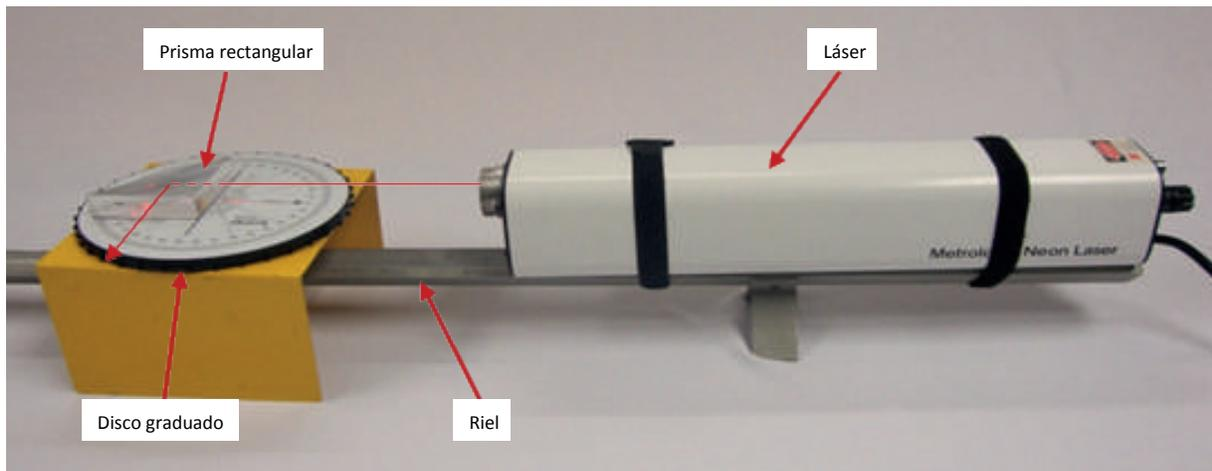

Figura 5.8. Ángulo crítico en un prisma
a) Coloque el láser sobre el riel, a continuación el disco graduado y sobre de él, el prisma rectangular de Porro, con una cara colineal al eje de 90° y perpendicular al haz del láser (figura 5.8):